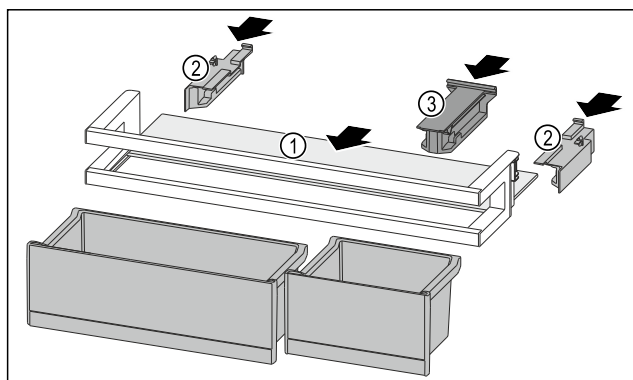

Fig. 122
- Skyv oppstillingsplassen Fig. 122 (1) inn i fordypningene på sidene.
- Sett inn sidedelene Fig. 122 (2).
- Sett inn holdedelen Fig. 122 (3).